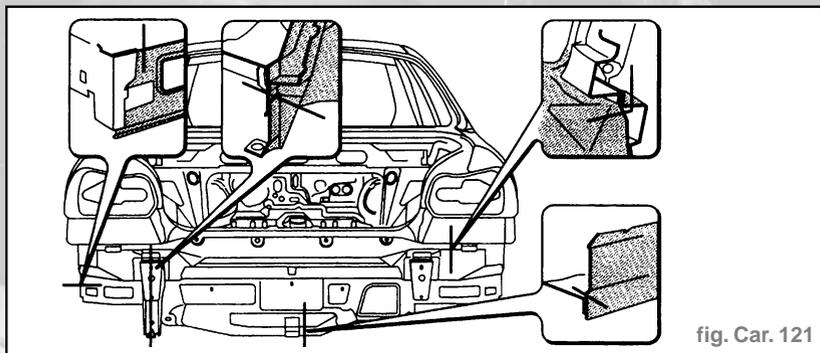

fig. Car. 121
- Nous indiquons les sections de la tôle aux endroits les plus significatifs afin de permettre à l'opérateur de régler la position et la profondeur de la découpe de façon à ne pas endommager les tôles situées en-dessous (fig. Car.121).